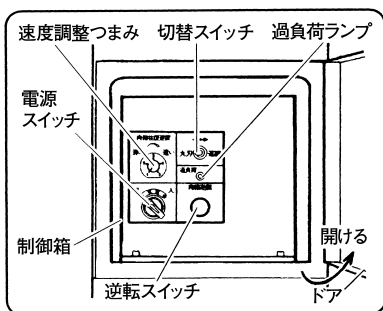
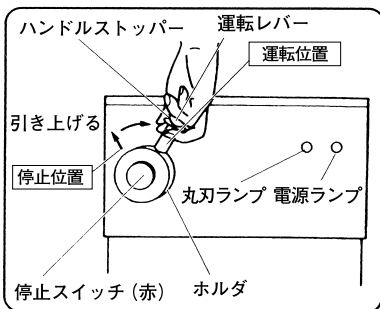

図 7
図 8
切替スイッチ（図7参照）のレバーを「丸刃」側にし、運転レバーを「運転」の位置にすると、丸刃のみが回転します。
電源スイッチ（図7参照）を「入」側にするると、電源ランプ（図8参照）が点灯し、運転できる状態となります。電源スイッチを「切」側にするると電源ランプが消え電源が切れます。
運転レバーはハンドルストッパーのつばを指で引き上げて矢印の方向に動かすと「運転」の位置にすることができます。ハンドルストッパーのつばを引き上げないと運転レバーを「運転」の位置にすることはできません。運転レバーを最後までもどすと「停止」の位置となり、ハンドルストッパーがホルダの穴にはまります。（図8）
運転中何か異常が発生した場合、この停止スイッチ(赤)を押してください。瞬時に肉箱が停止し、丸刃は惰性で少し回ってから停止します。(図8)
(1) 速度調整つまみをまわすことにより、肉箱の往復速度を変えることができます。速度調整つまみは、ドアを開けると正面の制御箱（図7）にあります。肉の種類、温度により適当な速さに調整してください。肉箱の往復速度は、速度調整つまみを右にまわすと速くなり、左にまわすと遅くなります。